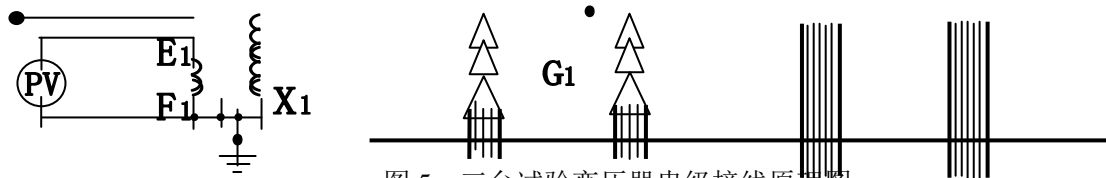

图 5: 三台试验变压器串级接线原理图
- c) 三台试验变压器串级获得更高电压的接线原理见图 5。串级高压试验变压器有很大的优越性, 因为整个试验装置由几台单台试验变压器组成, 单台试验变压器容量小、电压低、重量轻, 便于运输和安装。它既可串接成高出几倍的单台试验变压器输出电压组合使用, 又可分开成几套单台试验变压器单独使用。整套装置投资小, 经济实惠。图 5 中, 在第一级和第二级的每个单元试验变压器中都有一个励磁绕组 A1、C1 和 A2、C2。在三台串级试验变压器基本原理中, 低压电源加在试验变压器 I 的初级绕组  $a_1x_1$  上, 单台试验变压器 I、II、III 的输出电压都是 V。励磁绕组 A1、C1 给第二级试验变压器 II 的初级绕组供电; 第二级试验变压器 II 的励磁绕组 A2、C2 给第三级试验变压器 III 的初级绕组供电。第二级试验变压器 II 和第三级试验变压器 III 的箱体分别处在对地为 1V 和 2V 的高电位上, 所以箱体对地是绝缘的, 试验变压器 I 的箱体是接地的。这样第一级、第二级、第三级试验变压器对地的额定输出电压分别为 1V、2V、3V; 其额定容量分别为 3P、2P、1P。